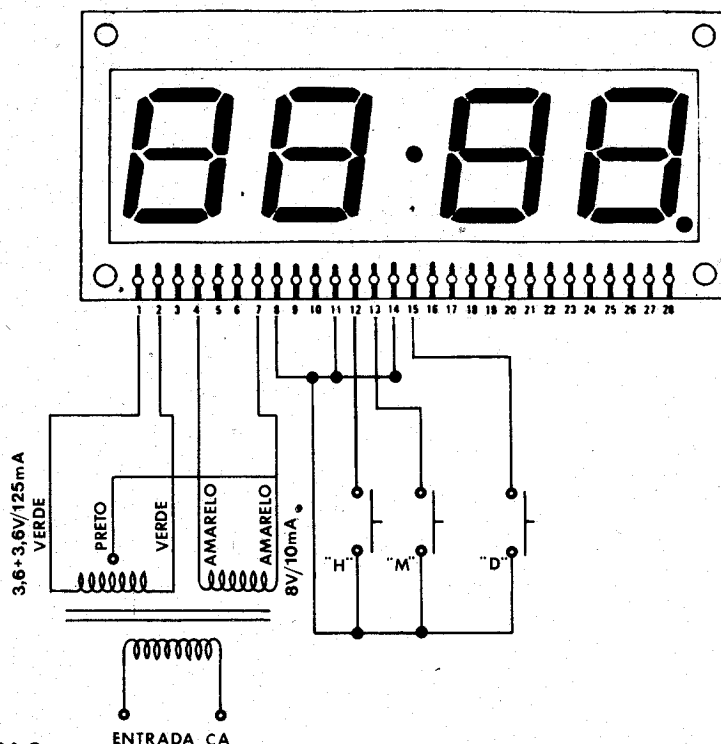

FIGURA 9
3.ª opção: visualização dos segundos (sem alarme) — Esta montagem deve ser executada com base na figura 9. Siga as instruções: